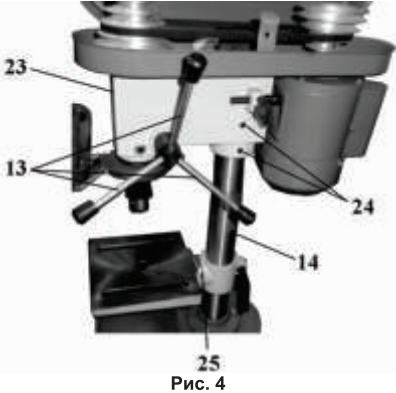

Рис. 4
- 9.4. Аккуратно установите на колонну (14) шпиндельную головку станка (23), Рис.4, предварительно ослабив винты фиксации (24), Рис.4. Поворачивая шпиндельную головку (23) на колонне (14), Рис.4, убедитесь, что она «села» до упора. Положение шпиндельной головки зафиксируйте винтами фиксации (24), Рис.4.
- трещины металлоконструкции шпиндельной головки (23), Рис. 4;